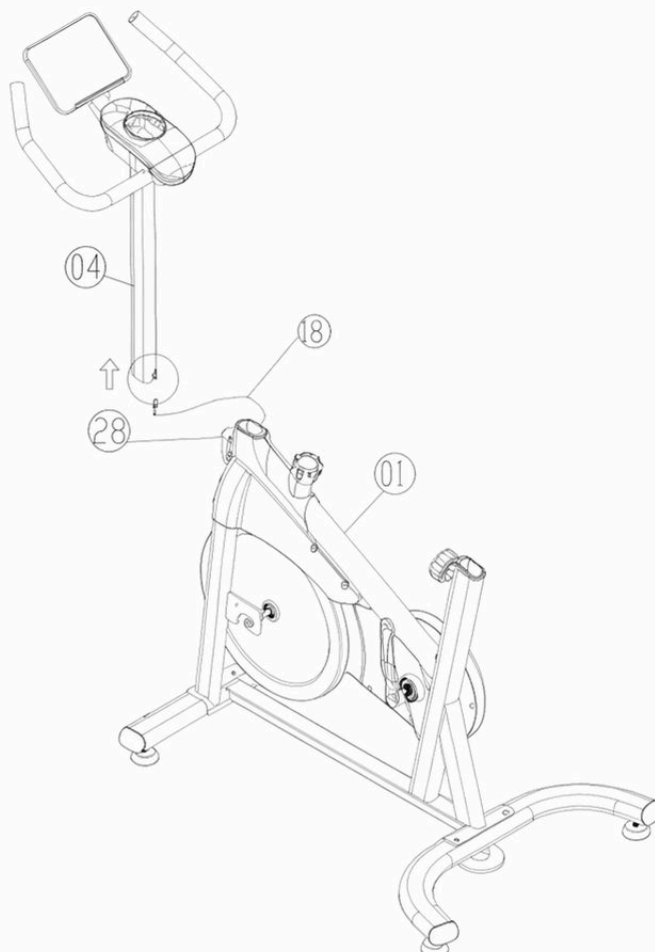
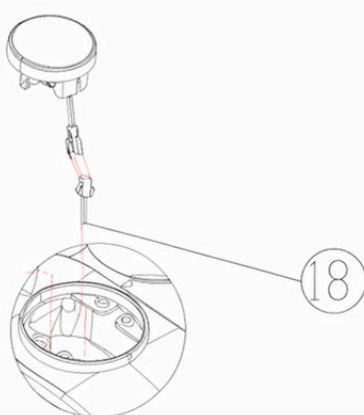

Figura 7.1
Figura 7.2
7. Mai întâi, îndepărtați firul de detecție din grupul elevatoarei NR.04 și introduceți-l în grupul cadrului principal NR.01 (așa cum se arată în Figura 7.1); apoi, conectați firul de conexiune al cadrului la ceasul electronic NR.14 (așa cum se arată în Figura 7.2); în continuare, instalați grupul elevatoarei NR.04 în cadrul principal NR.01 și blocați-l cu butonul de reglare în formă de L nr.28; în final, introduceți bateria în contorul electronic (așa cum se arată în Figura 7.3).